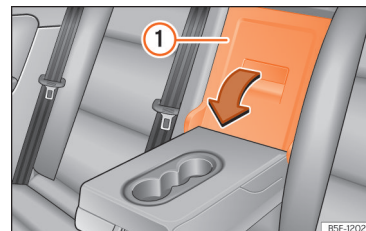

Abb. 192 An der Rücksitzlehne: Öffnung der Durchladeeinrichtung.
- Ziehen Sie den Entriegelungshebel in Pfeilrichtung und schwenken Sie den Deckel der Durchladeeinrichtung >>> (Abb. 192) ① vollständig nach vorn.